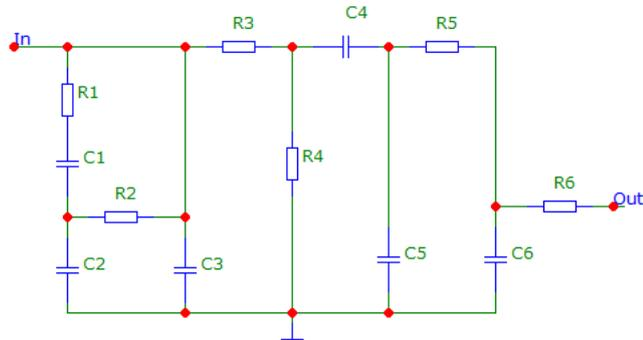

Рис. 1.1 - Резистивно-ёмкостная схема
1. Нарисовать резистивно-ёмкостную схему (Рис. 1.1). Задать следующие сопротивления резисторов и ёмкости конденсаторов: